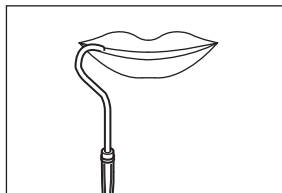

Рис. 12
- 1) Подвесьте загубник на угол рта пациента (Рис. 12).